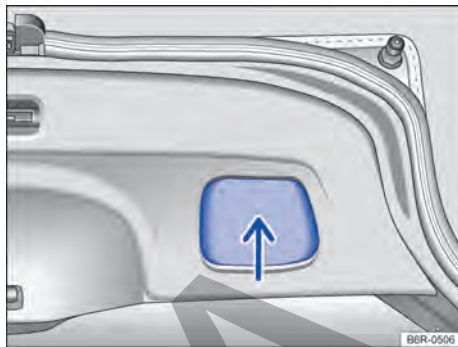

Fig. 53 Portón trasero abierto: cavidad para tirar.
- Tirar del portón trasero por la cavidad en el revestimiento interior → fig. 53 con fuerza hacia abajo, de modo que encaje en la cerradura → ⚠.